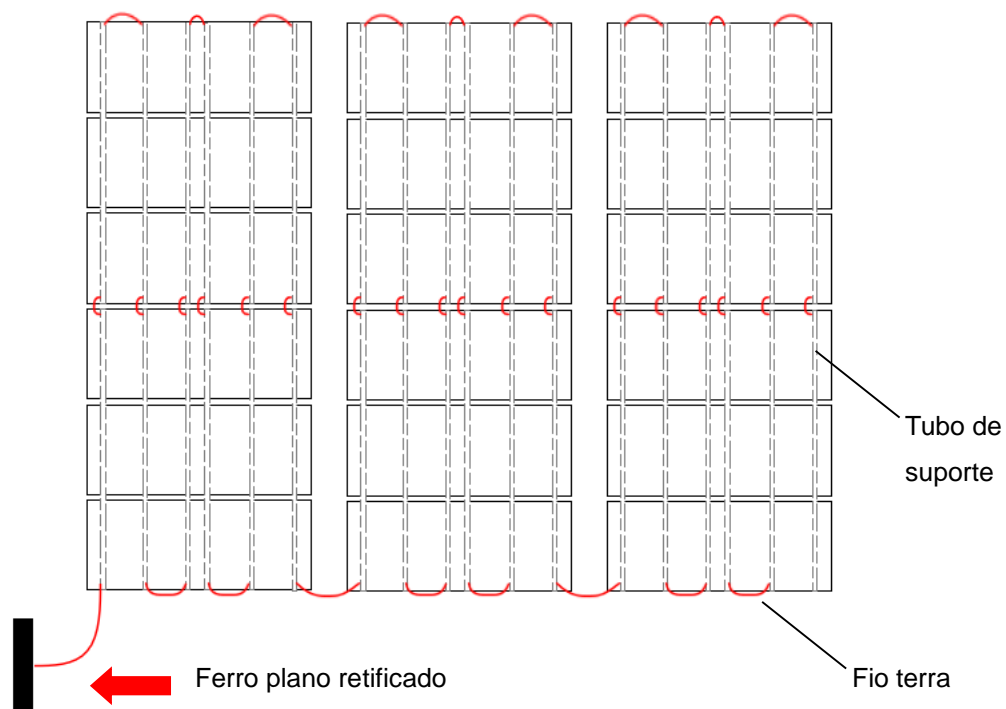

Figura 17
- ① Antes da construção do produto, todos os materiais e adesivos a serem processados devem ser armazenados por pelo menos 24 horas em condições iguais (como 5°C - 40°C) e protegidos da luz solar, da água da chuva e de outros fatores climáticos.
- ② Limpe o substrato do telhado. A superfície do telhado deve estar limpa, seca e livre de óleo, poeira e outros resíduos de poluição. Cada etapa do processo de construção deve evitar a poluição secundária da superfície do material limpo. Se houver poluição, a superfície deverá ser limpa novamente.
- ③ A construção no local deve atender aos requisitos do adesivo estrutural selecionado para o ambiente de construção, a tecnologia de construção e outros requisitos de construção.
- ④ A posição do adesivo do tubo de suporte deve ser determinada pela linha de giz, e o adesivo estrutural deve ser aplicado no substrato de acordo com as regras de colagem no local em que o produto precisa ser instalado. Em seguida, instale os tubos.
- ⑤ Instale o condutor de aterramento, de modo que os tubos de suporte sob todos os produtos sejam conectados em um caminho condutor para conduzir o barramento para fora e conectados ao barramento de aterramento, que está conectado à haste de aterramento. A profundidade da estaca de aterramento é superior a 1,5 m e a resistência de aterramento é inferior a 4Ω. (conforme mostra a Figura 17)